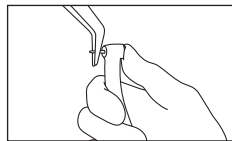

Fig. 8
- 2) Retirez la fraise. (Fig. 8)